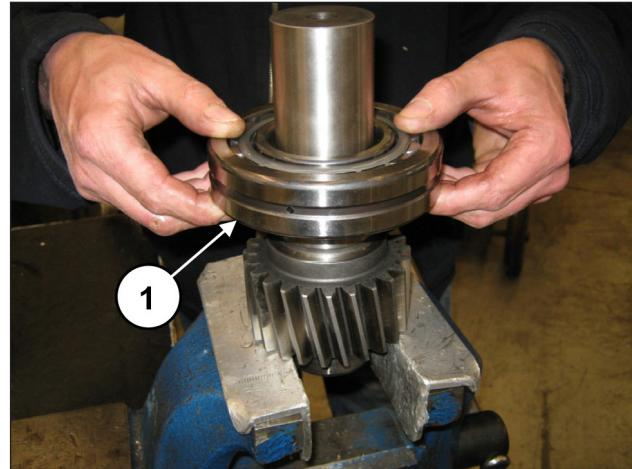
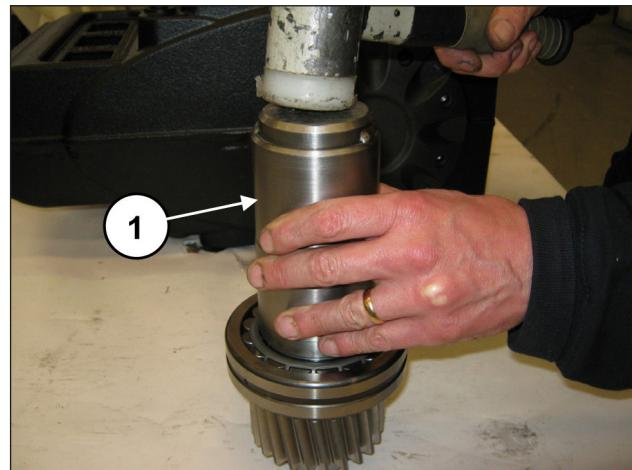

图 83
图 84
使用代码为 27604800 的工具(位置①, 图 84)，在链轮的另一侧预装轴承 $55 \times 120 \times 29$ (位置①, 图 83)，直至其定位到底。